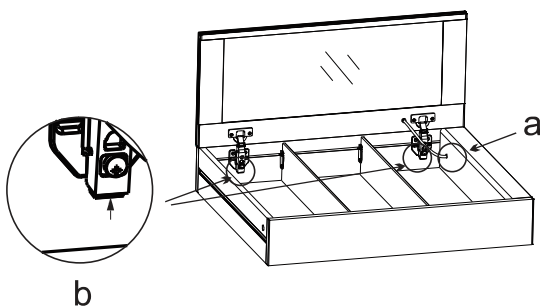

Abb. 12
4.1. Lösen Sie die Kunststoffmutter und ziehen Sie den Draht heraus (a), halten Sie die Basis der beiden Scharnierabdeckungen (b) und entfernen Sie die Spiegeltür (Abb. 12).